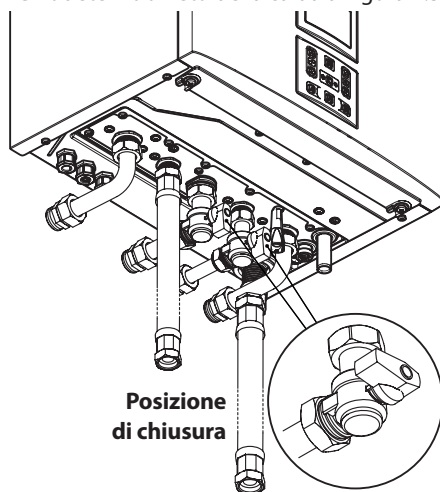

Figura 2.30
- Chiudete i rubinetti della caldaia Figura 2.30;